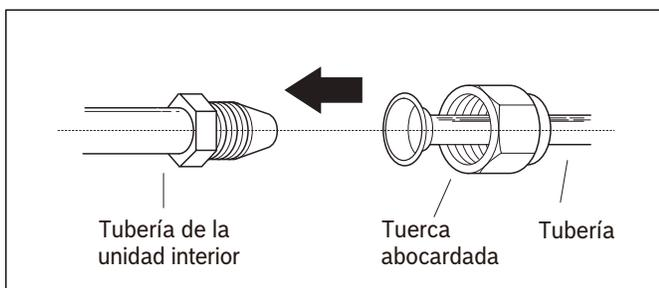

Figura 32
2. Alinee el centro de las dos tuberías que conectará. Consulte la figura 32.